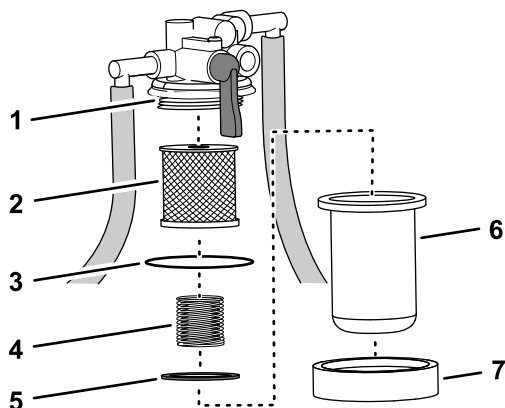

Figure 71
cuvette et déposez la cuvette de la tête du filtre (Figure 71).
2. Montez l'élément filtrant sur la tête du filtre ; voir Figure 71 sous Retrait de l'élément filtrant (page 55).
3. Montez le ressort et le flotteur dans la cuvette du filtre à carburant ; voir Figure 71 sous Retrait de l'élément filtrant (page 55)
4. Montez la cuvette assortie de son écrou sur la tête du filtre et serrez l'écrou à la main ; voir Figure 71 sous Retrait de l'élément filtrant (page 55).